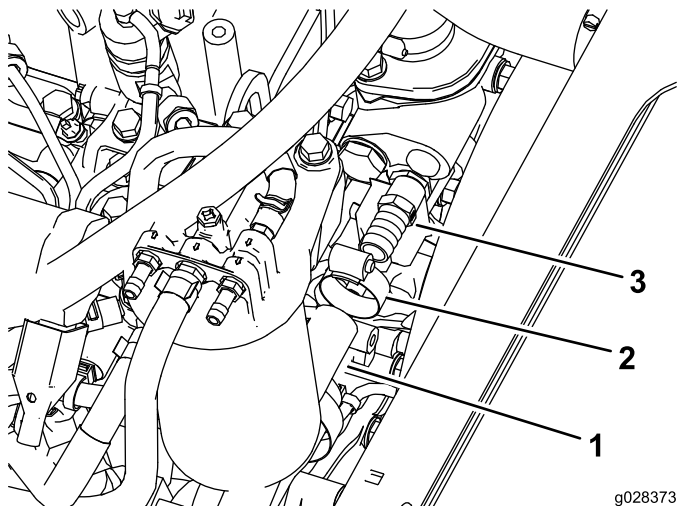

Figura 21
3. Montate il raccordo dell'adattatore del flessibile sull'alloggiamento del termostato del motore (Figura 21).
4. Collegate l'estremità libera del flessibile della pressione al raccordo dell'adattatore dell'alloggiamento del termostato del motore (Figura 21).
6. Disponete il flessibile sotto al filtro dell'aria, come mostrato nella Figura 21.